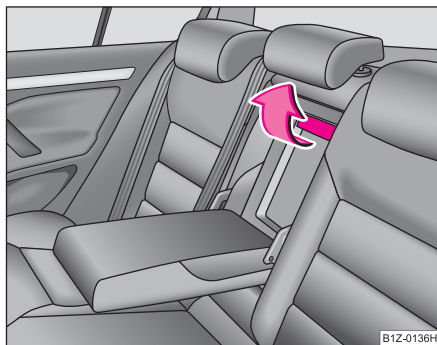

Fig. 110 Asientos traseros: Asidero de la tapa
- Tire del asidero hacia arriba hasta el tope y abata la tapa hacia abajo ⇒ fig. 110.